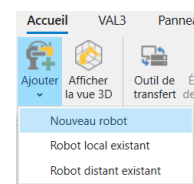

Fig. 1
- 4- Ajouter un nouveau robot (fig. 1)